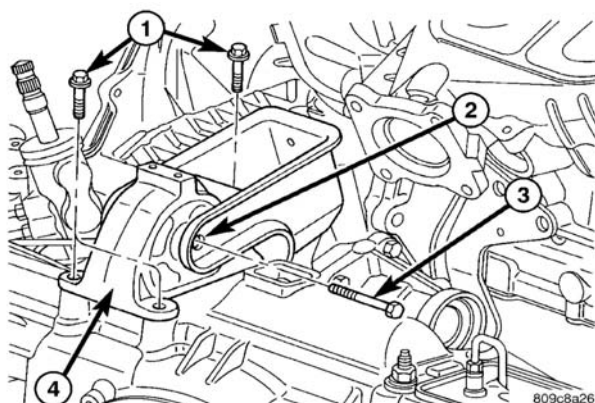
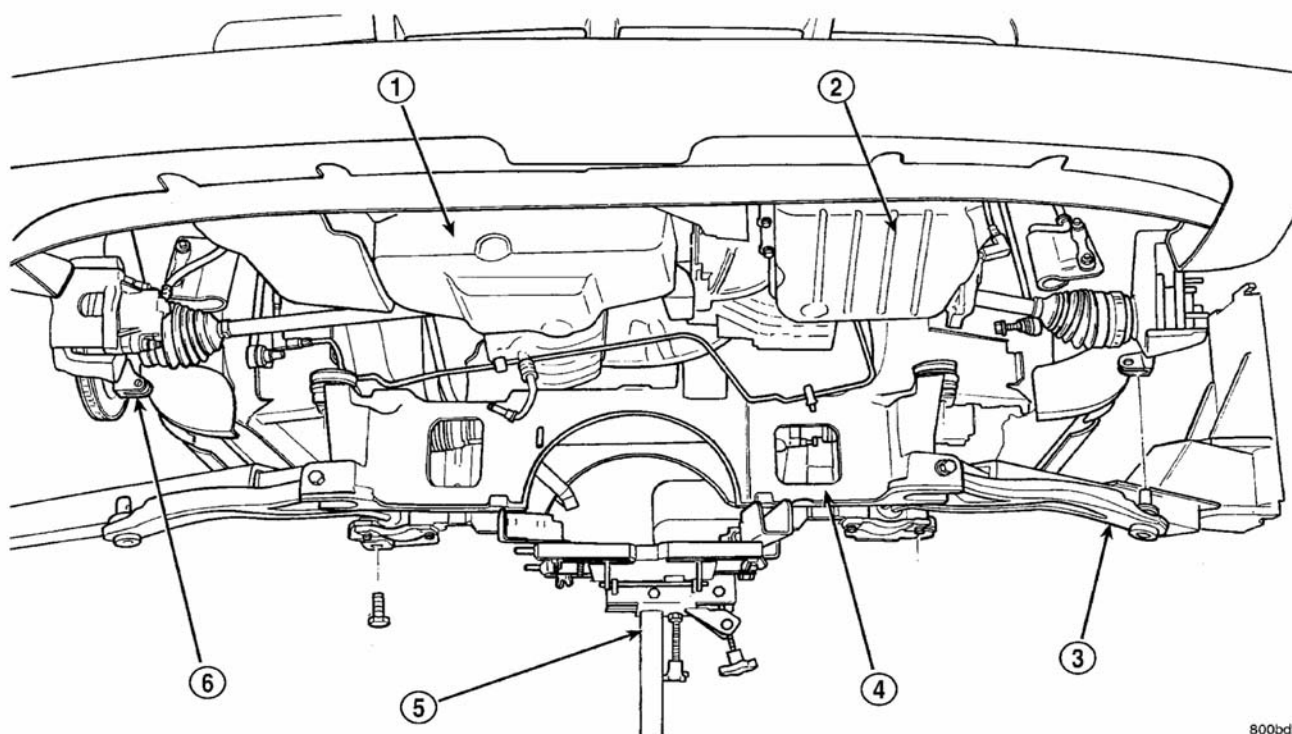

图 12 后安装座
图 14 托架横梁
- (20) 卸下将后发动机支架安装至托架横梁的贯穿螺栓（图 12）。
- (21) 使用油漆或油性笔，将托架横梁的轮廓标记在车架纵梁上，以利安装。
- (22) 以适当的举升设备支撑托架横梁（图 14）。
（24）将托架横梁从车辆上拆下（图14）。
- （1）用适当的举升设备支承横梁（图 14）。
- （6）安装联结后发动机安装座与托架横梁的螺栓（图 12），并将其拧紧至 $68 \text{ N} \cdot \text{m}$ (50 ft. lbs.)。